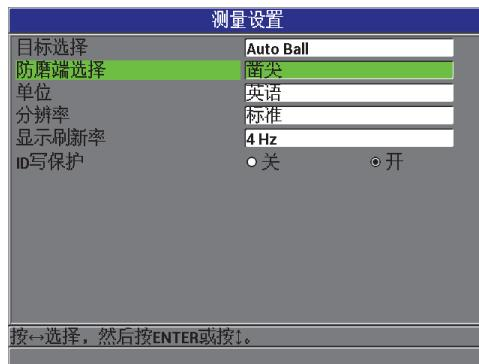

图 4-5 测量设置屏幕
3. 在**测量设置**屏幕中 (参见第 72 页的图 4-5), 操作步骤如下: